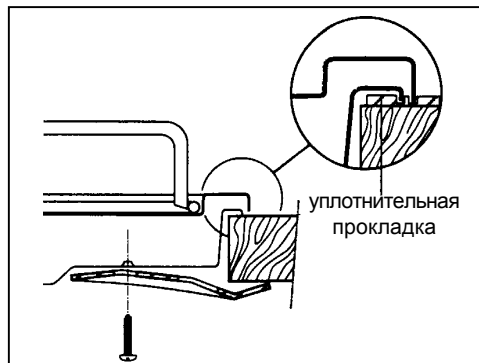

Рис. 14
3) Закрепите варочную панель винтами (рис. 14). При затягивании винтов уплотнение может выступить из-под панели, эти излишки можно затем удалить.